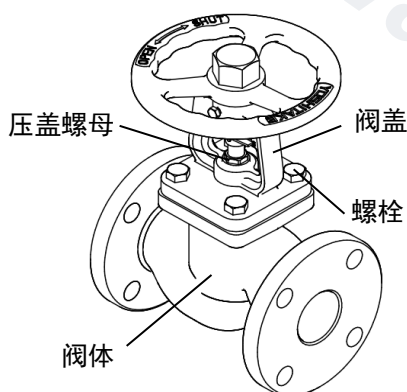

图 1
- (1) 产品请保管在室内垃圾、尘埃、湿气较少且通风良好的场所中。
- (2) 安装请由熟练的专业人员在保护好头部、眼睛、手足的前提下实施。
- (3) 请在确认流体的流动方向和产品上标示的箭头方向后，正确进行安装。
- (4) 请实施定心，使连接产品的配管与管轴呈一条直线，不要对产品施加过大的配管应力。
- (5) 可能会发生冻结时，请实施防冻措施和使用后的排水处置。
- (6) 安装姿态可以为水平或垂直的任意方向，但请保持在直立到横向水平范围内，避免出现倒立情况。
- (7) 用于高温流体时（目测 200°C 以上）当温度上升至使用温度后，请拧紧螺栓（参考图 1）。拧紧前请先确认阀门处于开阀状态，使用扭力扳手分别在对角处拧紧螺栓。拧紧螺栓时请参照下表扭力值表，从低扭力开始阶段性地增加扭力。